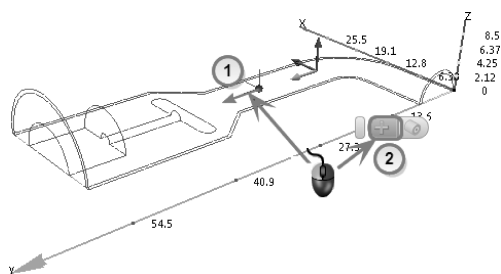

图 4-48 在三维坐标的原点创建点
① 在三维坐标的原点创建点。
- 左键单击三维坐标外的区域，然后单击上下文工具栏中的“添加”图标，如图 4-48 所示。